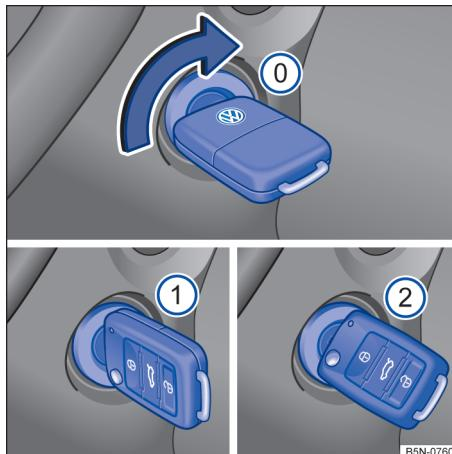

Fig. 80 Ao lado do volante, à direita: posições da chave do veículo no cilindro da ignição.
Posições da chave do veículo → **Fig. 80**
– **Veículos com partida aquecida:** girar a chave do veículo na posição → Fig. 80 ①. A ignição está ligada. Nesse instante a luz de controle do sistema de partida aquecida  irá se acender no instrumento combinado. Aguardar que a luz de controle  se apague indicando o término do aquecimento do combustível (esta ação poderá ser necessária em condições de partida com o motor frio).
– **Veículos sem partida aquecida:** girar a chave do veículo na posição → Fig. 80 ①. A ignição está ligada.
– Girar a chave do veículo no cilindro da ignição para a posição → Fig. 80 ② – não acelerar. Quando o motor começar a funcionar, soltar a chave do veículo no cilindro da ignição.
– **Veículos com partida aquecida:** girar a chave do veículo no cilindro da ignição para a posição → Fig. 80 ② para dar partida no motor – não acelerar. Caso a etapa 5 não seja respeitada, a luz de controle  irá piscar indicando a necessidade de interromper o procedimento de partida e repeti-lo após retornar a chave para a posição → Fig. 80 ① e aguardar aproximadamente 10 segundos.
– **Veículos sem partida aquecida:** girar a chave do veículo no cilindro da ignição para a posição → Fig. 80 ② para dar partida no motor – não acelerar.
- Girar a chave do veículo no cilindro da ignição na posição → Fig. 80 ①.